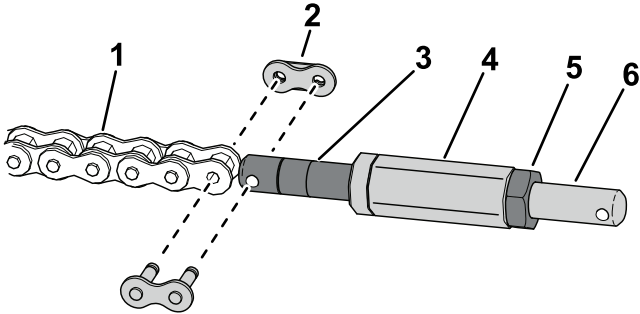

Figure 3
3. Utilisez un maillon de la chaîne pour installer la chaîne sur le tendeur de la chaîne (Figure 3).
4. Installez l'arbre hexagonal sur le tendeur de la chaîne (Figure 3).
5. Fixez le tendeur de la chaîne sur l'arbre hexagonal avec un écrou de blocage (Figure 3).